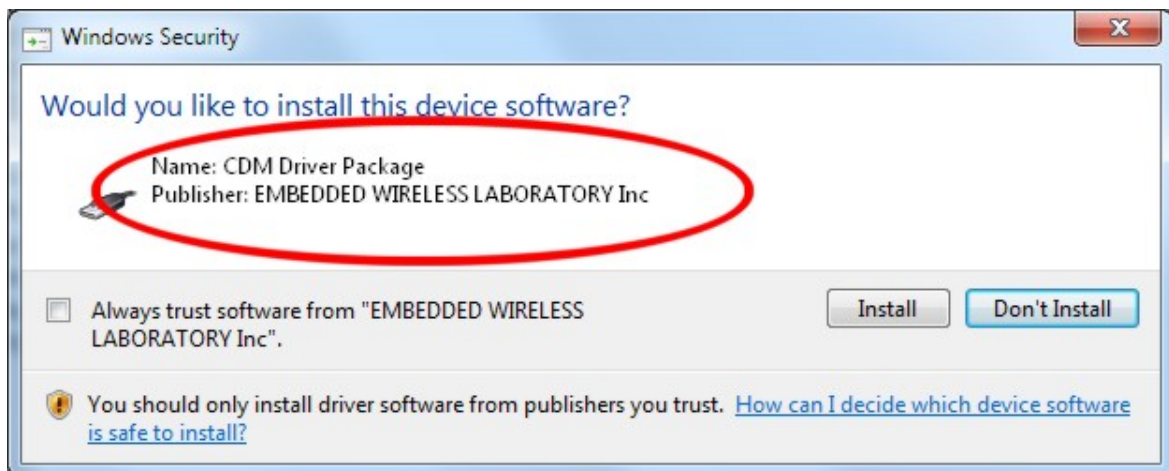

Figura 8. Alerta de "Seguridad de Windows"
- En un par de segundos, la pantalla de alerta de Windows aparecerá. Asegúrese de que los drivers estén firmados por "EMBEDDED WIRELESS LABORATORY Inc." Presione el botón "Instalar" (Figura 8)
- En un par de segundos, la pantalla de alerta de seguridad de Windows aparecerá. Seleccione "Instalar este programa para el driver de todos modos" (Figura 8).